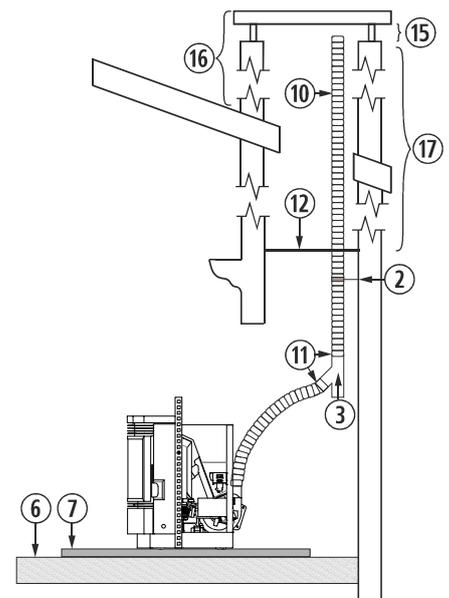

Figura 10
**4.26.** La instalación de un encastrable en una chimenea de obra, se puede realizar en toda su totalidad en tubo flexible, tal y como indica la *figura 10*. Debemos tener especial cuidado a la hora de realizar el aislamiento entre la chimenea y el tubo de la salida de gases, para evitar posibles retrocesos de gases en caso de tormenta.
②	Abrazadera de sujeción de acero inoxidable.
③	Te de 135° con registro.
⑥	Suelo de madera.
⑦	Protector del suelo no combustible.
⑩	Tubo flexible de acero inoxidable.
⑪	Manguito unión rígido a flexible.
⑫	Aislante anti retroceso.
⑮	Mínimo 200mm.
⑯	Debe sobrepasar 1 metro el tejado.
⑰	Mayor a 4m aumentaremos una medida.